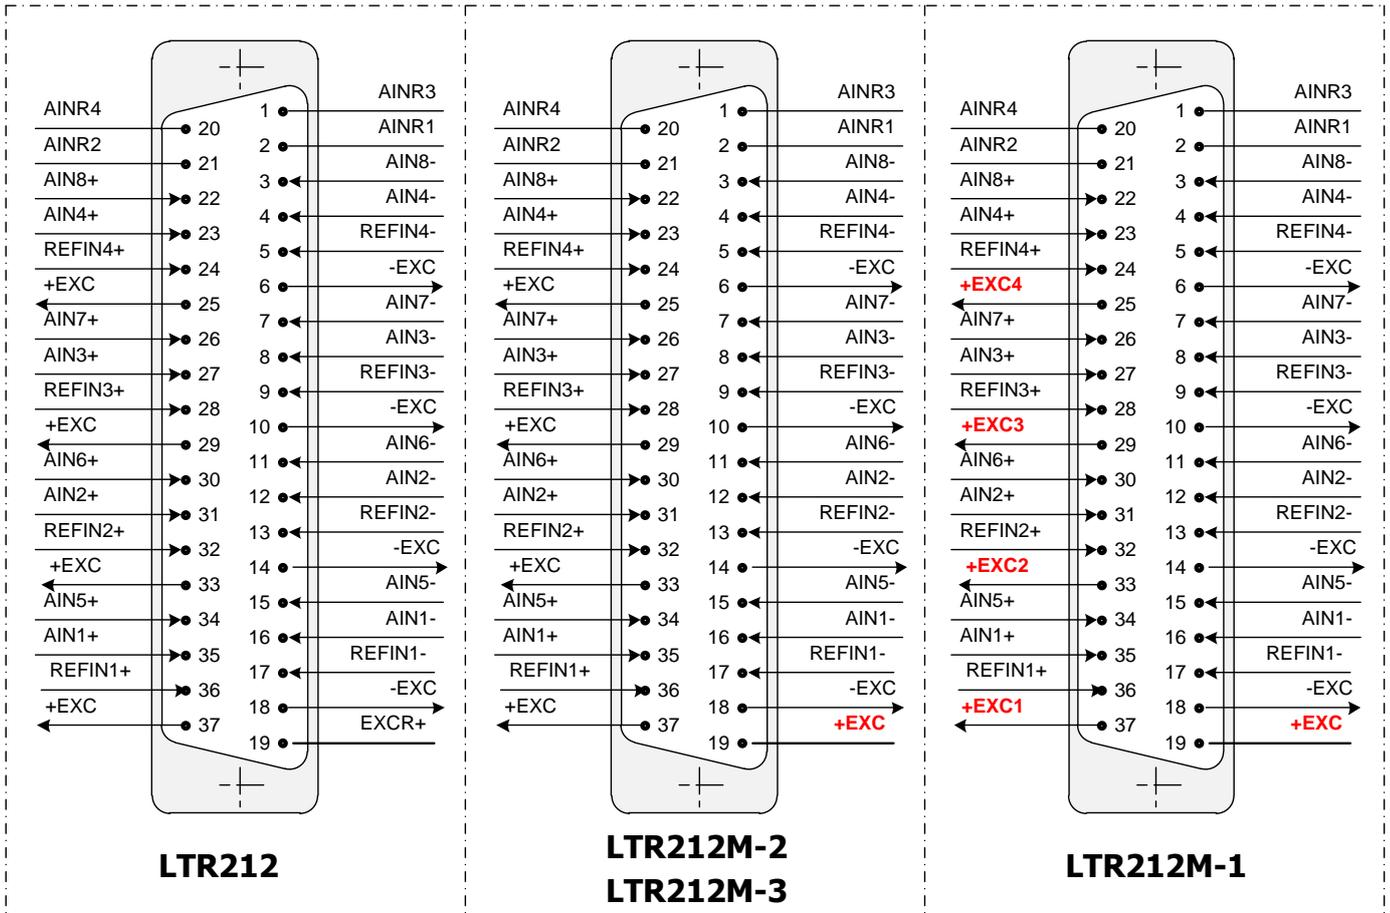

Рис. 6-6. Сигналы на разъеме модулей LTR212, LTR212M
Модуль LTR212(M) имеет блочную часть разъема типа DRB-37M для подключения мостовых схем. Внешние подключения к LTR212(M) должны производиться путем распайки сигнальных цепей на кабельную часть разъема (тип DB-37F). Назначение сигналов приведено в табл. 6-3, а внешний вид блочного разъема см. на рис. 6-6.